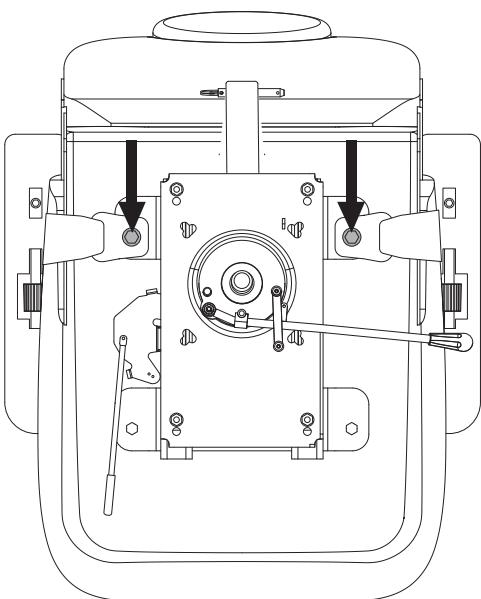

Figure 17. Boulons du ceinture de positionnement
2. Placez le siège à l'envers pour faire face à sa base. **Voir la figure 17.**